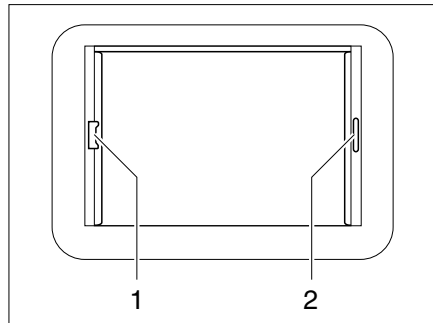

Bild 52 Heki-Dachhaube, Rollo-Verriegelung
- Faltverdunklung am Griff (Bild 52,2) ausziehen und an gewünschter Position loslassen. Die Faltverdunklung bleibt in dieser Position stehen.
- Insektenschutzrollo am Griff (Bild 52,1) zum gegenüberliegenden Griff der Faltverdunklung (Bild 52,2) ziehen und einrasten lassen.
- Griff des Insektenschutzrollos hinten nach oben drücken und Insektenschutzrollo an der Faltverdunklung (Bild 52,2) aushängen.